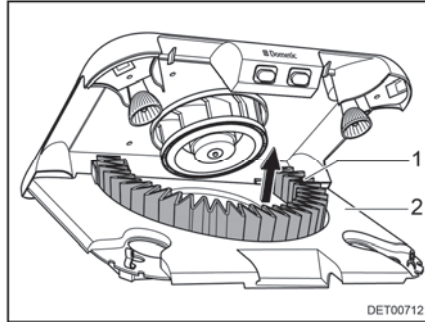

Bild 161 Byta aktivt kolfilter
- Ta ut det aktiva kolfiltret (Bild 161,1) uppåt från hållaren.
- Sväng upp filterhållaren (Bild 161,2) tills den hakar fast.